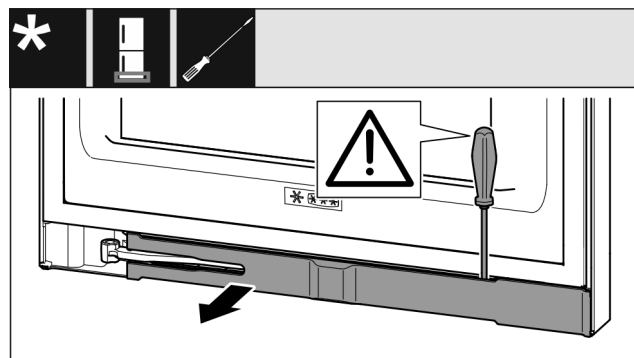

Fig. 17
- ▶ Pattintsa ki a takarólemezt lapos csavarhúzóval, és fordítsa oldalra. (lásd Fig. 17)